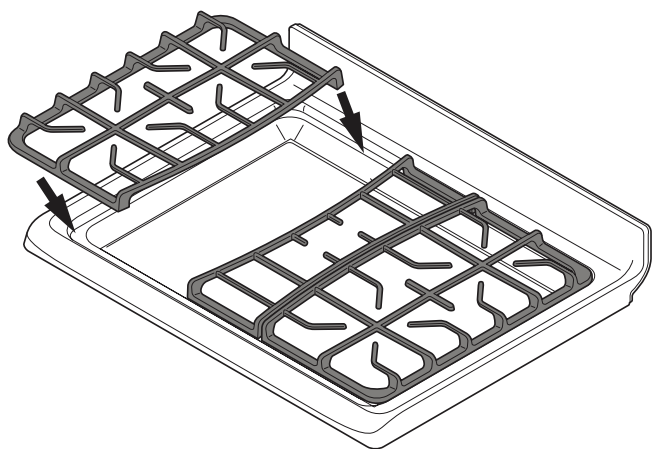

Figure 53: Installation correcte des grilles
- Veiller à ce que les grilles soient bien en place sur la surface de cuisson avant d'allumer les brûleurs (Figure 53). Les grilles sont conçues pour reposer à l'intérieur de la zone en retrait de la table de cuisson.